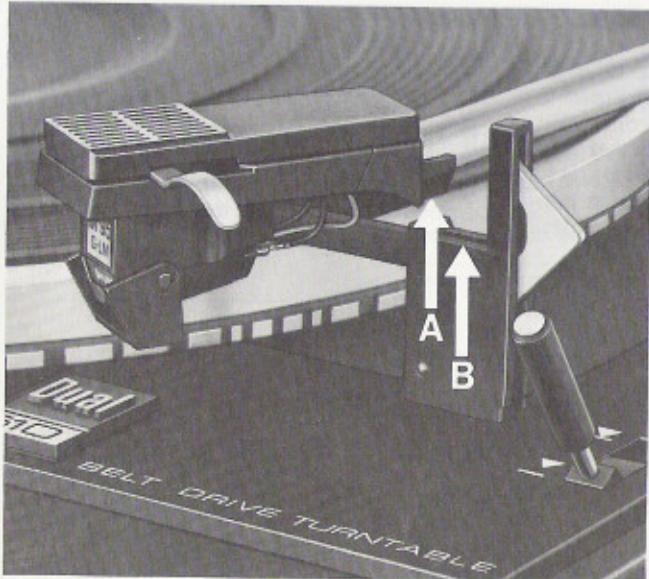

Fig. 18
Der Tonarm ist ausbalanciert, wenn Kante "A" des Tonarmkopfprofils und Kante "B" der Tonarmstütze auf gleicher Höhe sind (Fig. 18), oder wenn der Tonarm sich nach Antippen in vertikaler Richtung wieder von selbst in die horizontale Lage einpendelt, d.h. weder oben anstößt noch unten auf der Tonarmablage aufliegt. Beim Ausbalancieren
The tonearm is exactly balanced when edge "A" of the tonearm head profile is at precisely the same height as edge "B" of the tonearm rest (Fig. 18), or when the tonearm tapped vertically, returns automatically to a horizontal position. When balancing the tonearm, the automatic mechanism must be dis-
Le bras de lecture est équilibré, lorsque le bord „A“ du profil de la tête et le bord „B“ du support du bras sont au même niveau (fig. 18), ou lorsqu'après une légère pression verticale exercée sur le bras, celui-ci revient de lui-même à la position horizontale, c'est-à-dire qu'au lieu de se soulever jusqu'à la butée, il redescend, sans toutefois se reposer sur son support. Lors de l'équilibrage, le bras de lecture doit être découplé de la
De toonarm is uitgebalanceerd, zodra de onderzijde van „A“ en de bovenzijde van „B“ op gelijke hoogte blijven (fig. 18), of wanneer de toonarm, ne lichte aanraking, uit zichzelf de horizontale positie inneemt, d.w.z. noch naar boven aantikt noch naar beneden op de steun ligt.
El brazo estará equilibrado cuando el canto „A“ de la cabeza se encuentre a la misma altura que el canto „B“ del soporte (fig. 18), o cuando al hacer oscilar el brazo verticalmente éste vuelva a su posición horizontal al encontrarse en reposo, es decir que no debe tocar por arriba ni apoyarse por abajo. Para equilibrar el brazo habrá que liberarlo de su dispositivo de accionamiento. A tal fin hay que elegir la posición **I** en el dispositivo de elevación/descenso del brazo y, eventual-
1. Ställ in skalorna för nältryck (10) och antiskating (13) på „0“.
4. Finjustera balansen genom att vrida den räfflade delen av motvikten. Tonarmen är rätt balanserad när kanten A på monteringsbryggan ligger i nivå med kanten B på tonarmsstödet fig. 18. Om man nu vippar på tonarmen i vertikalled, skall den av sig själv pendla tillbaka till horisontalläget. Vid utbalansering av tonarmen måste "start/stop" vredet stå i neutralläge så att tonarmen är frikopplad från automatiken. Om vredet inte står i neutralläge, ställ tonarmsnedläget i läge **I** och snurra skivtallriken för hand medurs några varv.